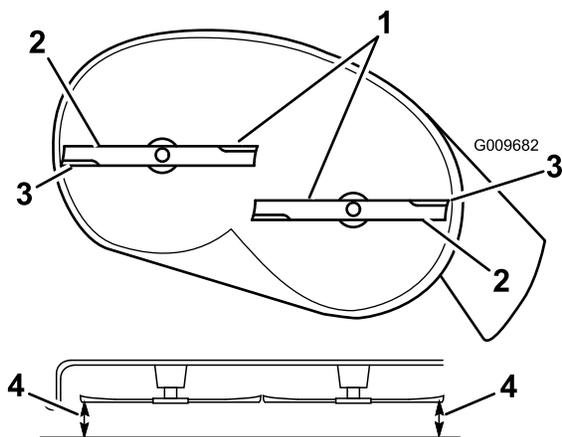

Figure 52
4. Faites pivoter les lames avec précaution pour qu'elles soient toutes parallèles (Figure 52).
- Mesurez la distance entre les tranchants extérieurs et le sol plat (Figure 52). Si les deux mesures diffèrent de plus de 5 mm (3/16 po), un réglage s'impose. Poursuivez la procédure.